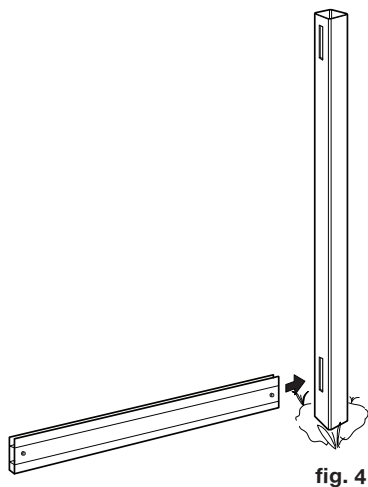

fig. 4
STEP 2 – Slide the bottom rail into place at the bottom of the routed post (fig. 4).
ÉTAPE 2 – Glissez la traverse inférieure et mettez-la en position au bas du poteau acheminé (fig. 4).